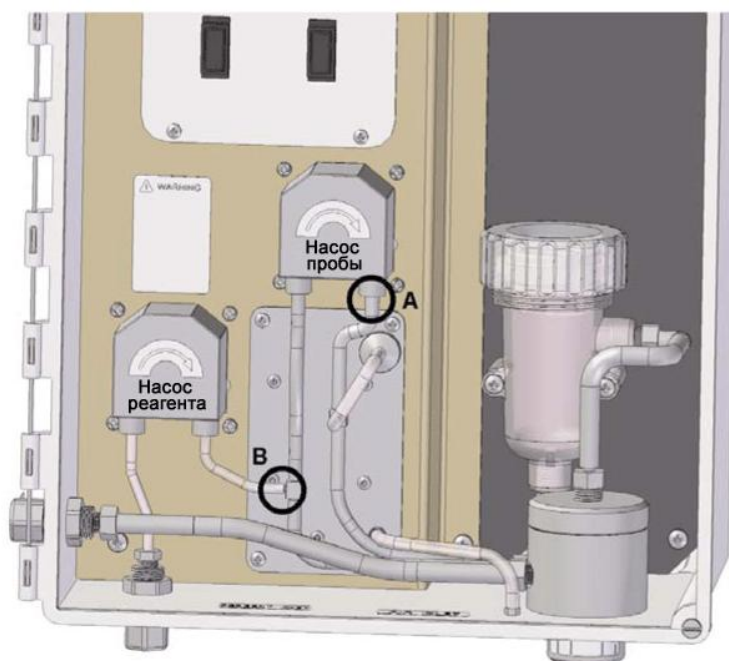

РИСУНОК 10-1. Схема отсоединения труб подачи пробы (А) и реагента (В) до проверки скорости потока.
2. Отсоедините фитинг Люэра от слива насоса пробы. См. Рис. 10-1, **A**.
2. Отсоедините трубу подачи реагента от вводного тройника. См. Рис. 10-1, **B**.